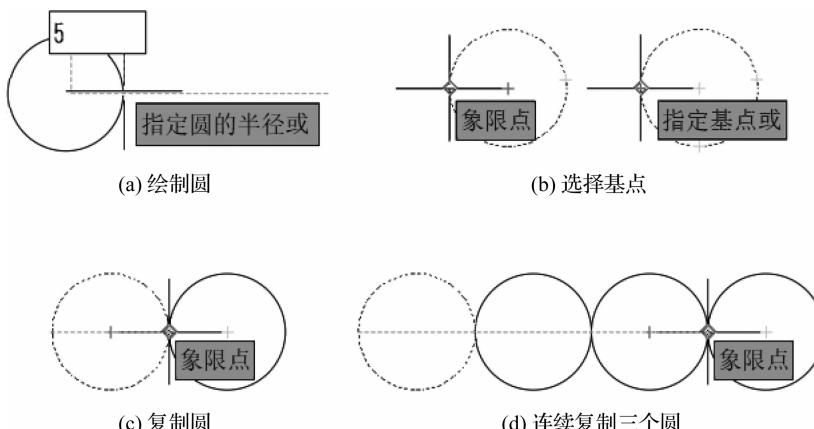

图 1-30 绘制底部四个圆
(1) 绘制一半径为 R5 的圆(半径可以是任意数值),如图 1-30(a)所示。
(2) 执行“编辑”→“复制”菜单命令,捕捉 R5 圆的左侧象限点(或端点)为基点,如图 1-30(b)所示;复制到圆的右侧象限点(或端点),如图 1-30(c)所示;连续复制三个圆,如图 1-30(d)所示。